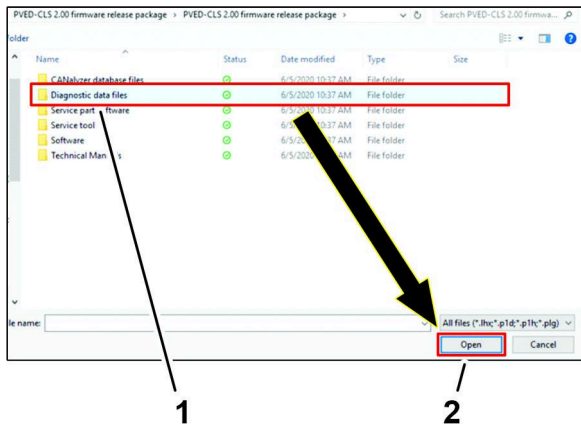

Figura 56
4. Haga clic en la carpeta Diagnostic data files, y haga clic en el icono OPEN (Abrir) (Figura 56).